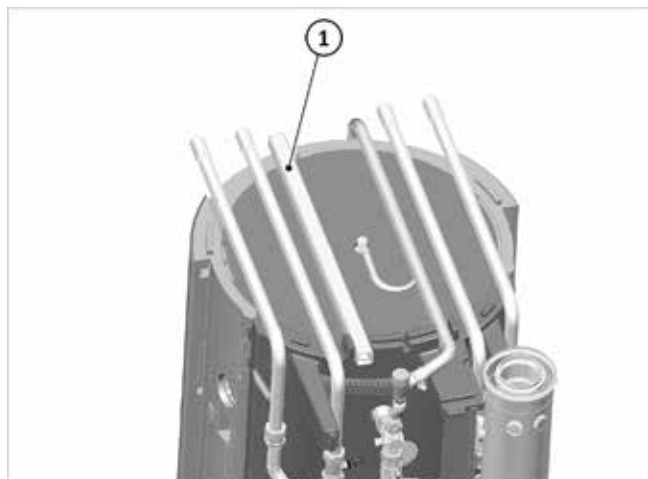

Fig. 98: Canal de guía de cable
1. Extraer el cable de Modbus de la caja de conexión a través del canal guía de cables, → fig. 98 (1), a la zona de la tapa.